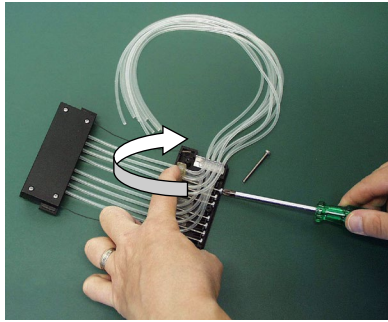

Figure 5-45. Serrage des vis d'étalonnage
10. Serrez les vis d'étalonnage de la précédente tubulure en place avec un tournevis hex (Figure 5-45).